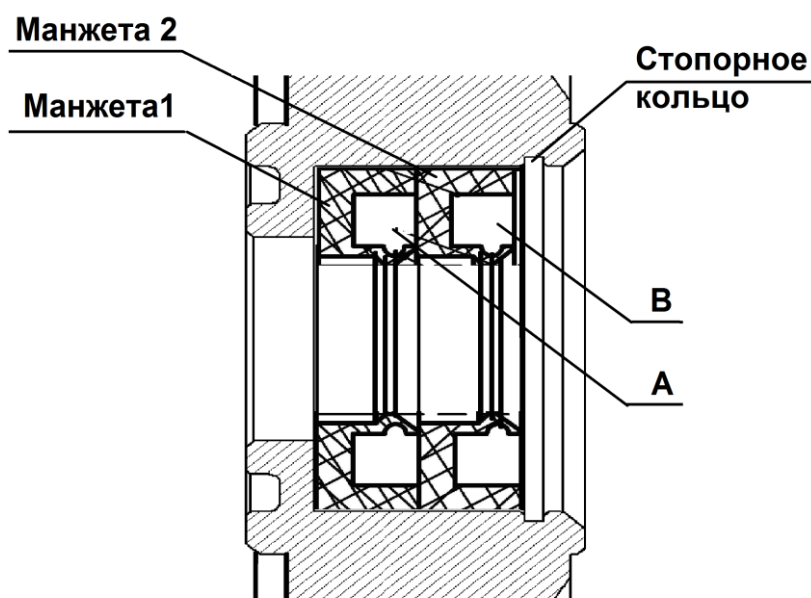

Рис. 8. Схема установки манжет.
- со стороны духовки снять кольцо стопорное и снять 2 манжеты (рис. 8);